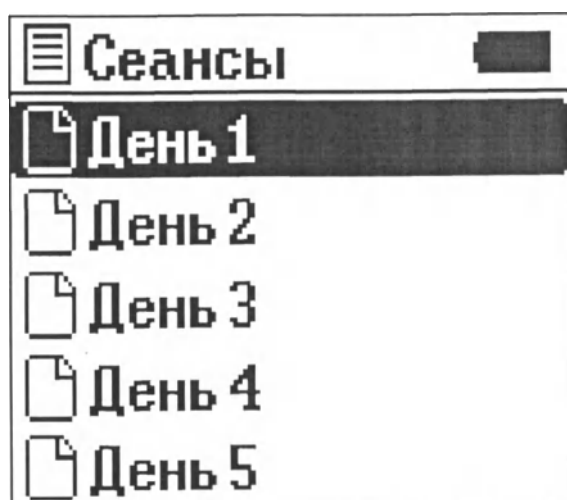
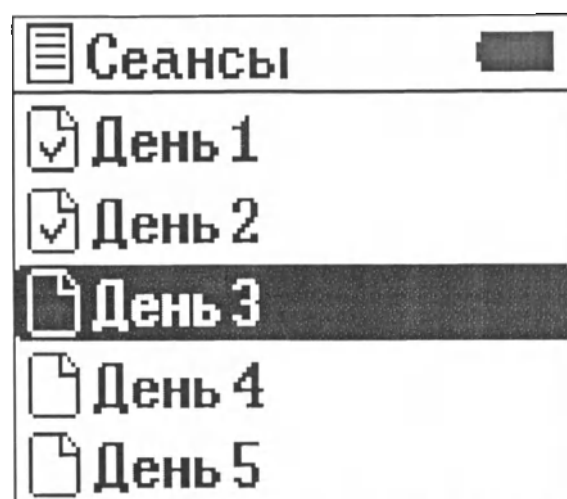

Рис. 14. Меню «Сеансы»(перед первым сеансом)
Рис. 15. Меню «Сеансы»(после проведения двух сеансов)
7. После включения прибора на его экране отобразится меню «Сеансы» (рис. 15).
На рис. 14 Вы можете видеть, как выглядит экран электростимулятора, если Вам предстоит провести первый сеанс стимуляции, на рис. 15 – если два сеанса Вы уже провели, и предстоит провести третий сеанс.